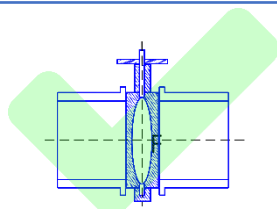

Figura 2
4. Apertar levemente os parafusos com a válvula na posição semifechada, para evitar o torque inicial excessivo. **(FIGURA 2)**